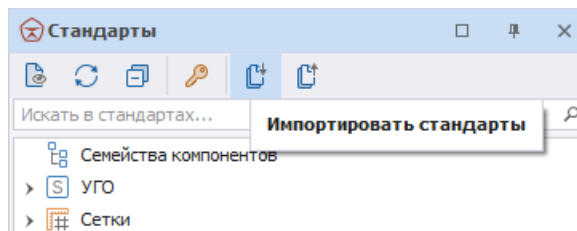

Рис. 15 Вызов мастера импорта
1. Кликните по иконке , расположенной на панели инструментов панели «Стандарты», Рис. 15.